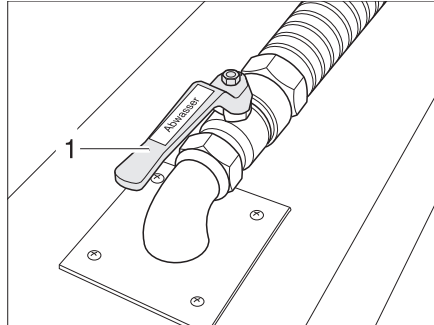

Fig. 262 Grifo para la eliminación de aguas residuales
El grifo para la eliminación de aguas residuales (Fig. 262,2) está en el doble fondo. El grifo para la eliminación de aguas residuales está identificado con el rótulo "Abwasser" (Aguas residuales).
- Abrir el grifo para la eliminación de aguas residuales (Fig. 262,2). Se vacía las aguas residuales.